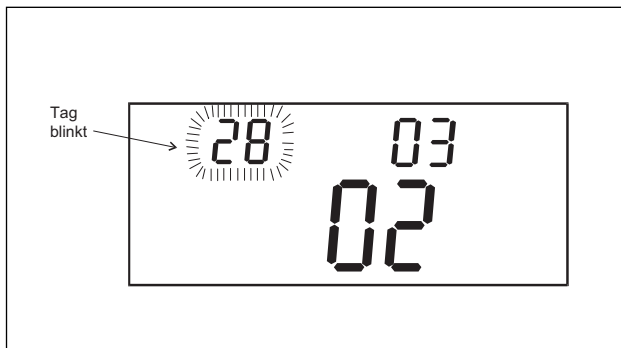

Abb.9.2
- Vorgeschlagene Kunden- und Prüflingsnummer nach dem Drücken der Taste SPEICHERN** (siehe Abb. 9.2) entsprechen den zuletzt in der Funktion **SPEICHERN** verwendeten Werten und sind unabhängig von anderen Funktionen (**ABRUFEN**, **RS232**, **LÖSCHEN**).